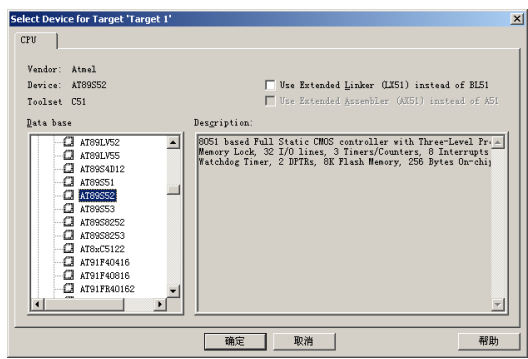

图 28-12 选择单片机 AT89S52
- (1) 首先在 μ Vision3 中，选择“Project”→“New”→“μ Vision Project”命令，新建一个工程，并保存。
- (2) 在弹出的选择器件对话框中选择 Atmel 公司的 AT89S52，如图 28-12 所示。